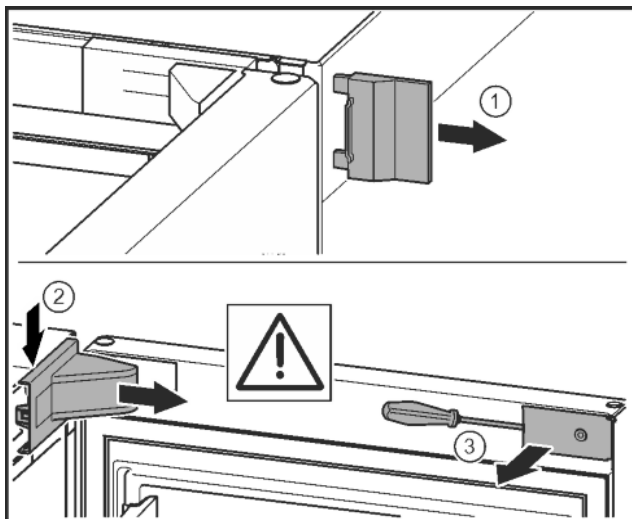

Fig. 8
- Noņemiet ārējo pārsegu. Fig. 8 (1)
- Atbrīvojiet un atvienojiet gultņa balsta pārsegu. Noņemiet gultņa balsta pārsegu. Fig. 8 (2)
- Ar plakano skrūvgriezi atbrīvojiet aizsegu un pagrieziet uz sāniem. Fig. 8 (3)